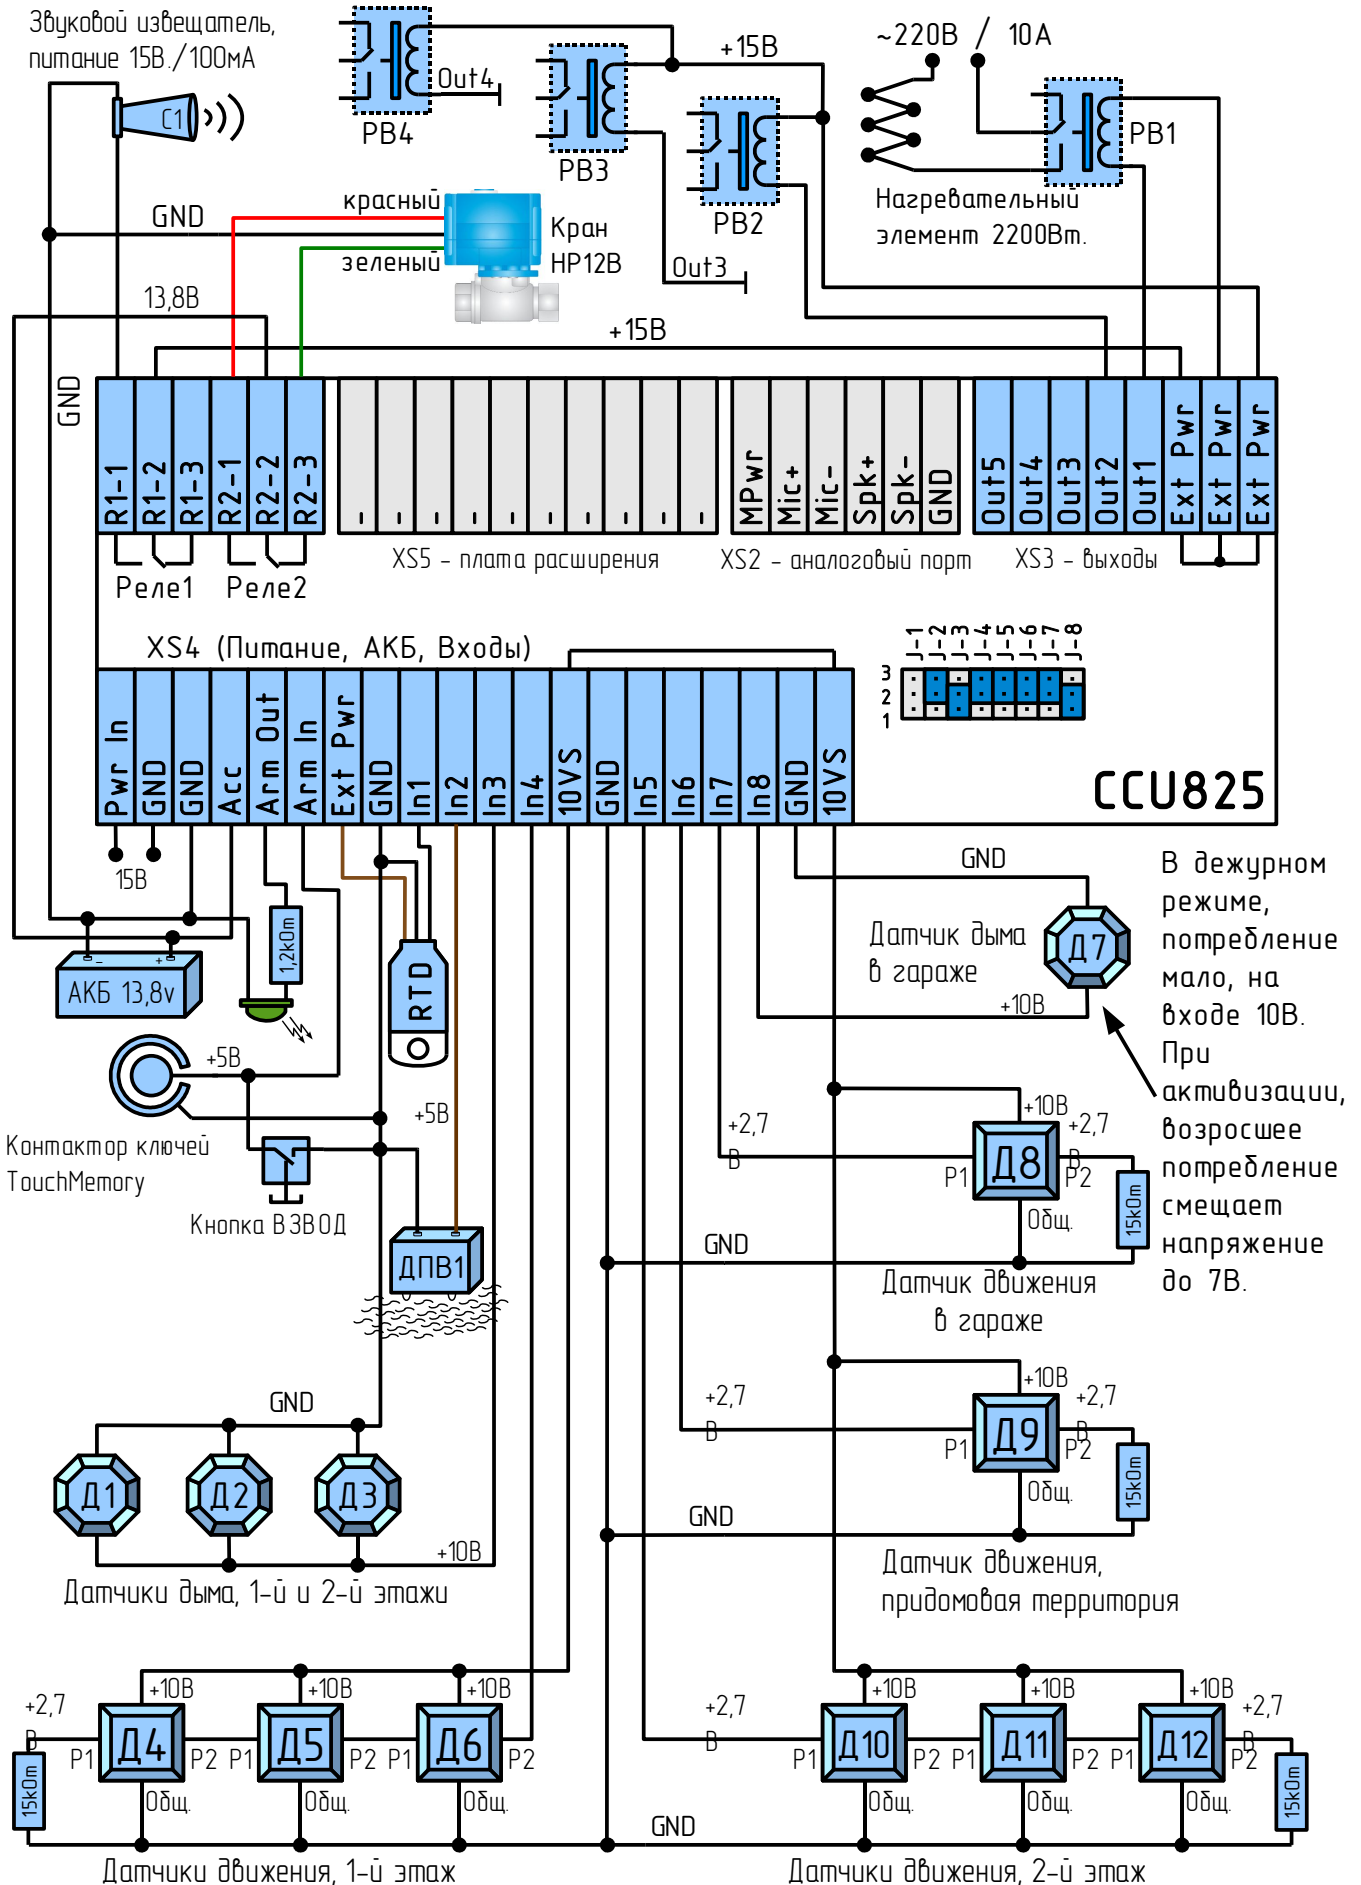

Рисунок 1. Схема подключения датчиков, исполнительных устройств
Эта конфигурация предназначена для наиболее полного ознакомления с функциями и принципами работы устройства. Если при выборе значения параметра возникают сомнения, установите его значение как в примере. При необходимости, можно обратиться к полному руководству пользователя, для детального изучения любого параметра. При настройке параметров входов и реле, будем руководствоваться схемой подключения (Рисунок 1.) приведенной в главе 3.
1. Нарисуйте схему подключения датчиков, исполнительных устройств и другого оборудования к ССУ825. Для начала можно полностью повторить типовую схему (Рисунок 1.).